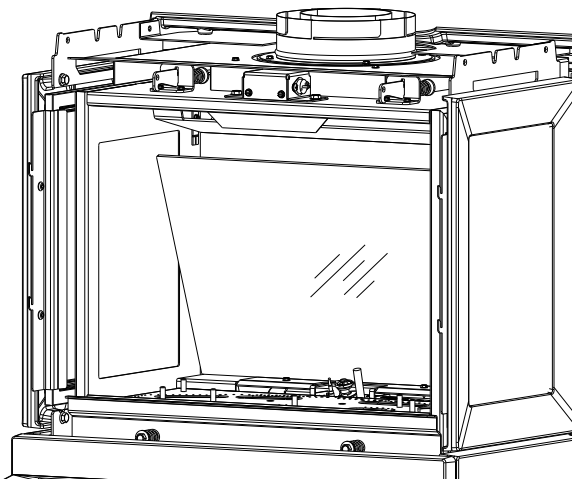

Figure 10.1. Installez le panneau arrière.
1. Placez d'abord le panneau arrière, en bas, derrière le bouclier de l'ensemble de la veilleuse et reposez-vous sur l'étagère arrière. Voir la figure 10.1.